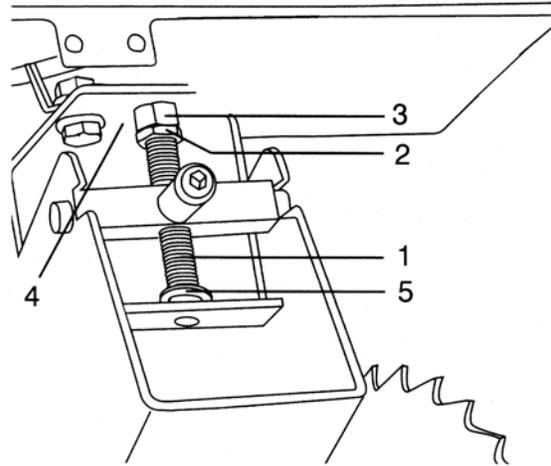

Fig. 34
Después de cada cinco horas de uso se debe revisar este mecanismo para checar si esta flojo, doblado o existen otras anormalidades. Con la sierra desconectada de la corriente eléctrica, voltee la sierra de cabeza y mueva el motor hacia arriba y abajo. Observe si hay demasiado movimiento en el mecanismo de montaje del motor. Si existe aflojamiento en el tornillo de elevación (1) ajústelo como se muestra en la Fig. 34.
1. Usando una llave combinada de 14mm, afloje la tuerca de atranque (2).
2. Ajuste la tuerca (3) con los dedos hasta que la sienta apretada contra el soporte (4), luego desatornille la tuerca (3) 1/6 de vuelta.
3. Apriete la tuerca de atranque (2) con la llave mientras sostienen la tuerca (3) en su lugar. El máximo movimiento del tornillo (1) es de 4mm.